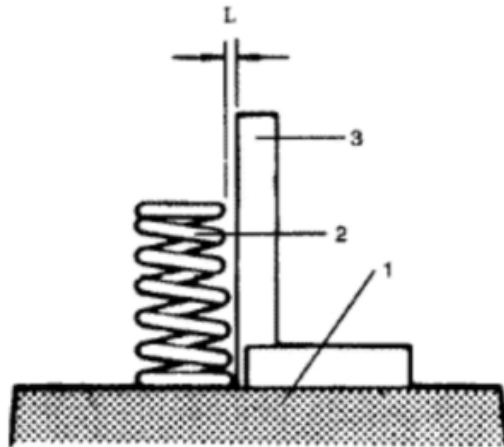

图 3-41 检查气门弹簧端面与
(3)检查气门弹簧端面与其中心轴线的垂直度。将气门弹簧2直立置于平板1上(如图3-41所示),用直角尺3检查每根弹簧的垂直度。气门弹簧上端和直角尺之间的间隙L即为垂直度的大小。其极限值为2.0mm,如该间隙超限,则必须更换气门弹簧。